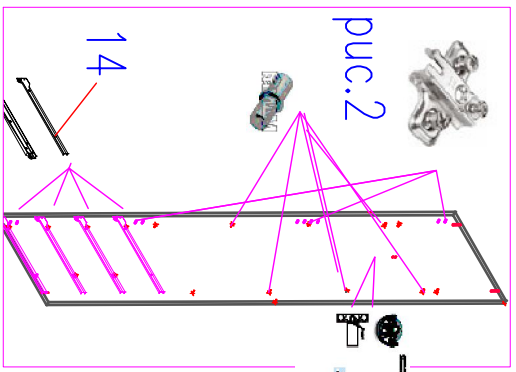

рис.2
2. На посадочные места дет.1,2,5,6 установить монтажные планки Ф №19( рис.2)